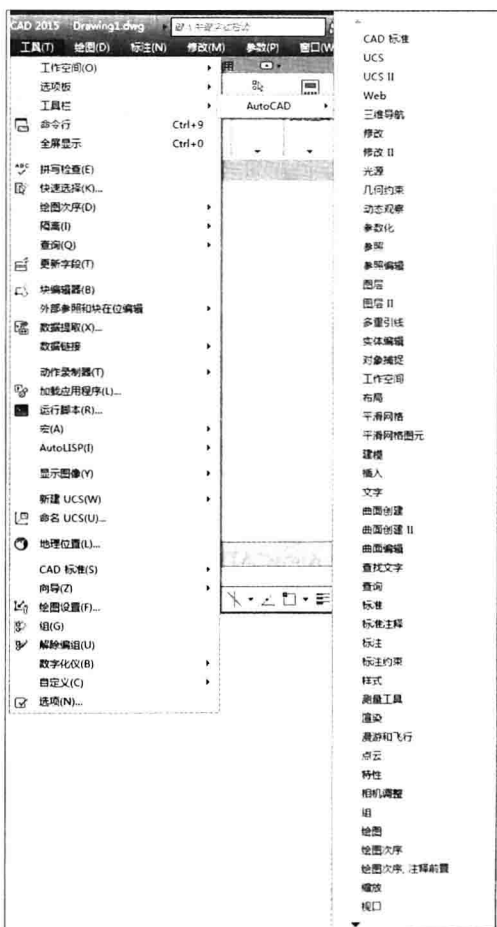

图 1-10 调出工具栏
(1) 设置工具栏。AutoCAD 2015 提供了几十种工具栏，选择菜单栏中的“工具”→“工具栏”→“AutoCAD”命令，调出所需要的工具栏，如图 1-10 所示。单击某一个未在界面显示的工具栏名，系统自动在界面打开该工具栏；反之，关闭工具栏。